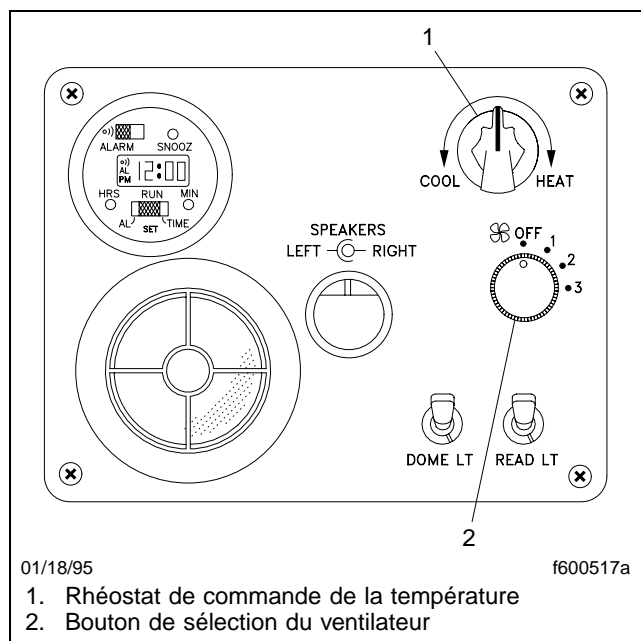

Fig. 4.11, Panneau de commande pour le système de commande automatique de la température
2. Si le véhicule est équipé d'un système Red Dot (CTC™) de commande constante de la température ou d'un système Behr de commande automatique de la température (Fig. 4.11), procédez comme suit :
2. Si le véhicule est équipé d'un système Red Dot (CTC™) de commande constante de la température ou d'un système Behr de commande automatique de la température (**Fig. 4.11**), procédez comme suit :